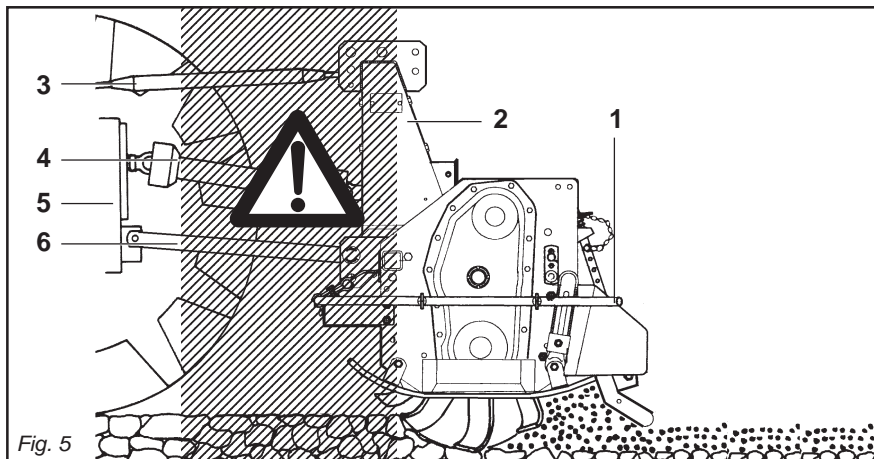

Fig. 5
- 25) È assolutamente vietato interporre tra il trattore e la macchina (Fig. 5) con motore acceso e cardano inserito nonché senza aver azionato il freno di stazionamento. Mantenersi ad una distanza di sicurezza dalla macchina in lavoro, per possibili lanci di corpi contundenti.
- 29) È assolutamente vietato interporre fra il trattore e l'attacco della macchina per manovrare il comando dall'esterno per il sollevamento (Fig. 5).
- 25) *It is absolutely forbidden to stand between the tractor and the machine (Fig. 5) when the engine is running and the cardan shaft is engaged without having first engaged the hand brake. Keep a safe distance from the shredder at work to avoid being hit by possible flying stones, etc.*
- 29) *It is absolutely forbidden to stand between the tractor and the implement when manoeuvring the lift control from the outside (Fig. 5).*
- 25) Il est absolument interdit de se mettre entre le tracteur et l'appareil (Fig. 5) quand le moteur est en marche et le cardan enclenché, sans avoir tiré le frein de stationnement. Se tenir à une distance de sécurité du machine en fonctionnement, à cause du lancement possible d'objets contondants.
- 29) Il est absolument interdit de se mettre entre le tracteur et l'attelage pour manoeuvrer la commande de relevage de l'extérieur (Fig. 5).
- 25) *Es ist absolut verboten, bei laufendem Motor und eingeschalteter Gelenkwelle zwischen den Schlepper und das Gerät zu treten (Abb. 5). Dazu muß die Feststellbremse gezogen werden. Achten Sie bei der Arbeit mit der Maschine auf den nötigen Sicherheitsabstand aufgrund der Auswurfgefahr stumpfer Gegenstände.*
- 29) *Es ist absolut verboten, zwischen den Schlepper und den Anschluß zu treten, um die Aushebung von außen zu betätigen (Abb. 5).*
- 25) Está terminantemente prohibido colocarse entre el tractor y el equipo (Fig. 5) con motor encendido y cardán inserido, o sin haber accionado el freno de estacionamiento. Manténgase a una distancia de seguridad de la máquina durante el trabajo, porque puede proyectar objetos.
- 29) Está absolutamente prohibido colocarse entre el tractor y el enganche para maniobrar el mando desde el externo en la fase de elevación (Fig. 5).